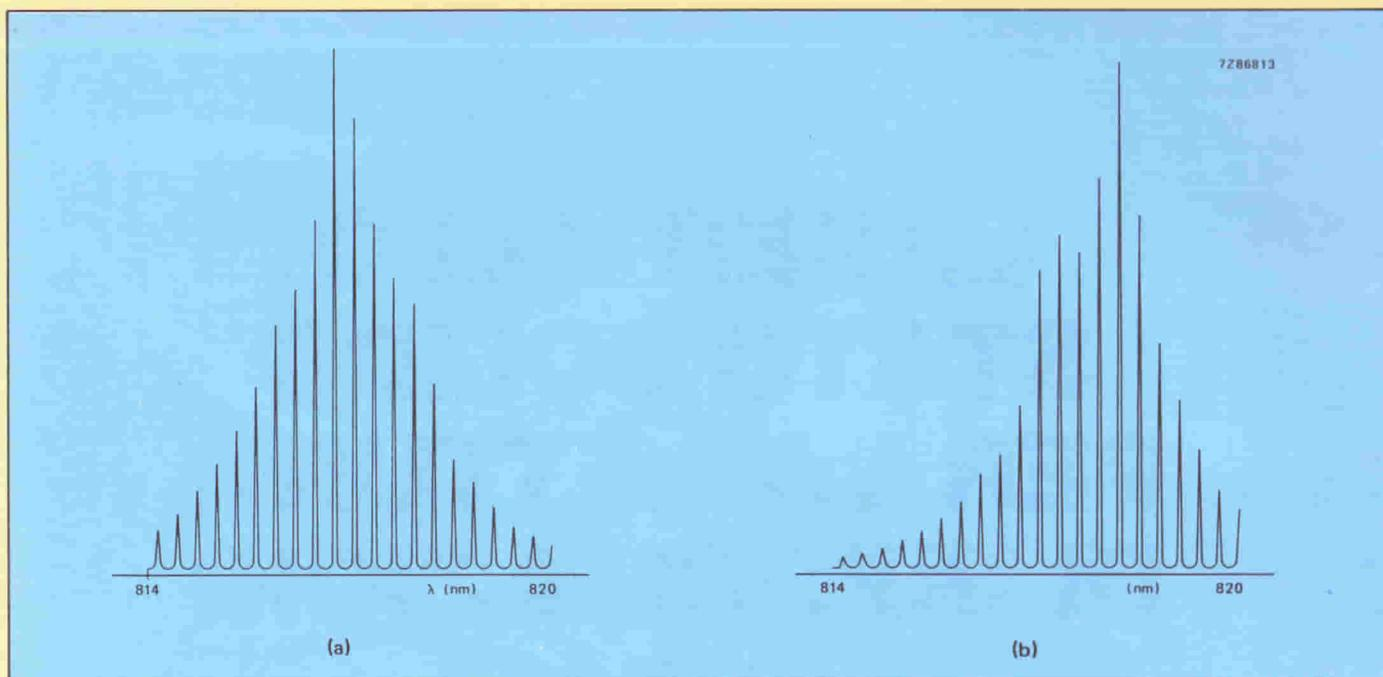

Fig. 6 - Andamento dello spettro del fascio laser emesso dal CQL10A.
Fig. 6 - Intensità del raggio laser (L) in funzione della corrente di alimentazione (I) nel CQL10. La corrente di alimentazione, oltrepassata la soglia  $I_{th}$ , fa crescere bruscamente l'intensità luminosa dando inizio all'azione laser. Questo comportamento è molto influenzato dalla temperatura; infatti un aumento di soli 30 K richiede un aumento del 30% della corrente d'innescò del laser.